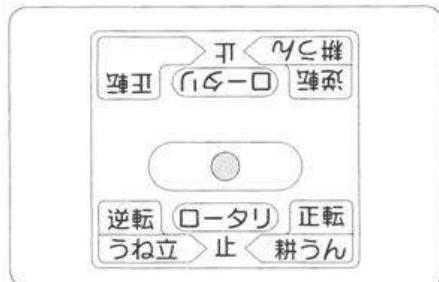

図14
- ③ ロータリーチェンジレバーを【止】位置にします。(図14)